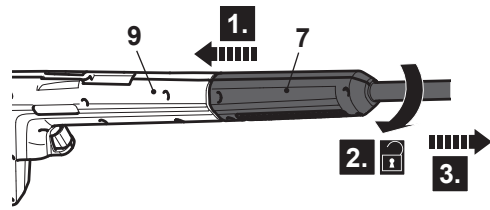

Fig. 6
2. Presione la lanza de extensión (7) hacia la pistola de pulverización (9) (Fig. 6, paso 1) y gírela en sentido contrario a las agujas del reloj (paso 2) para retirarla (paso 3).